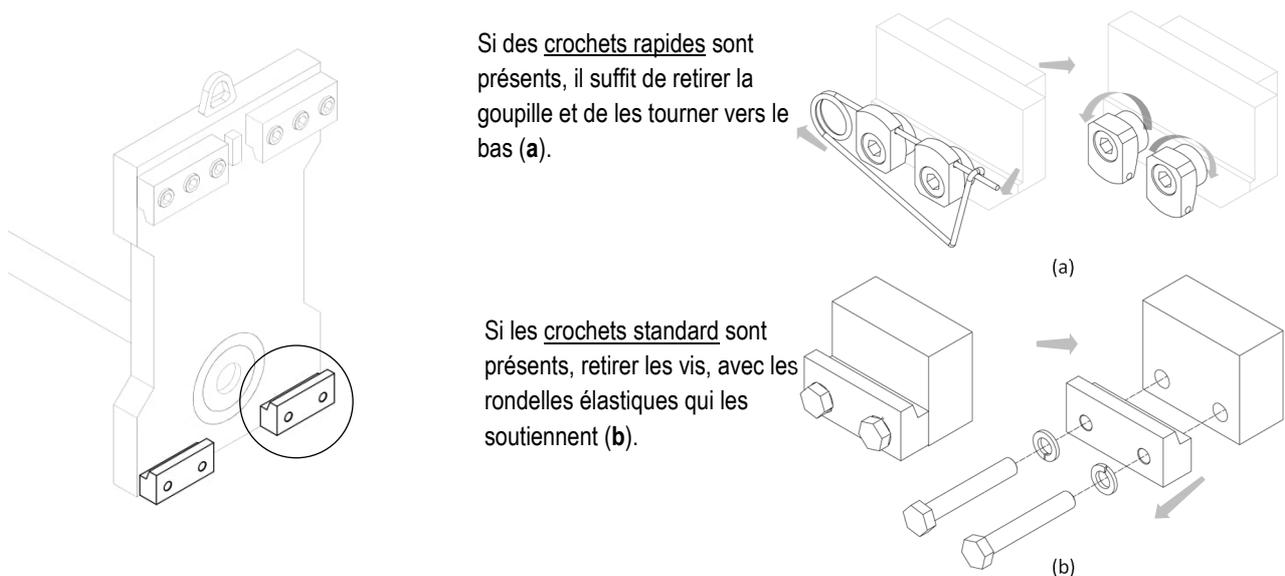

Figure 2
3. Retirer les crochets inférieurs de l'équipement (voir Figure 2).